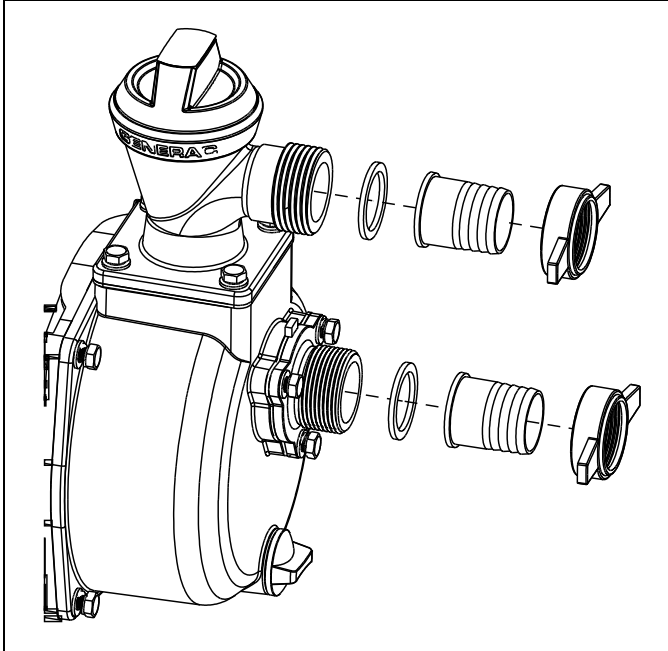

Figura 4-6. Fijación de la junta y punta de manguera
1. Fije y enrosque una junta y una punta de manguera en cada una de las bridas roscadas usando una tuerca de manguera (Figura 4-6.).